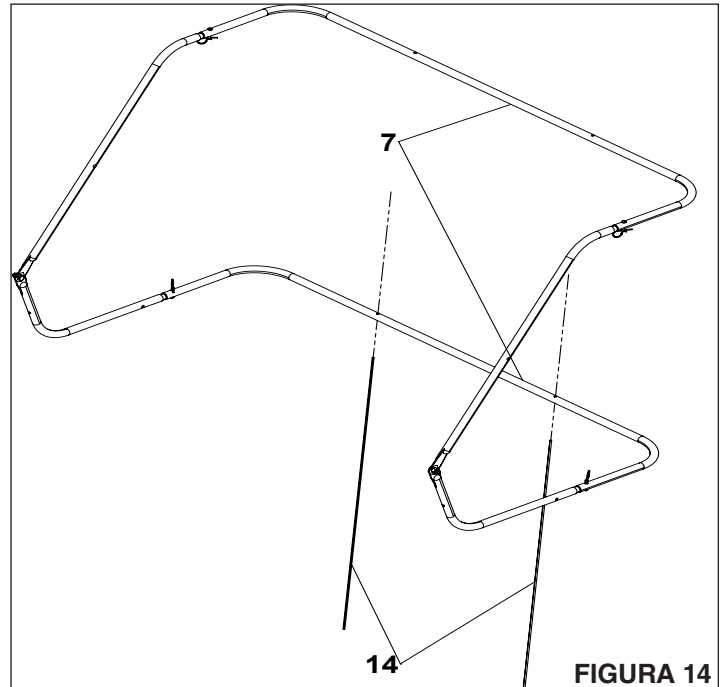

FIGURA 14
PASO 14: (VEA LA FIGURA 14)
- Inserte los extremos de las varillas de soporte de la tolva (14) en los orificios del tubo superior (7) y de la parte trasera inferior de la tolva, flexionándolas solo lo suficiente para que encajen.